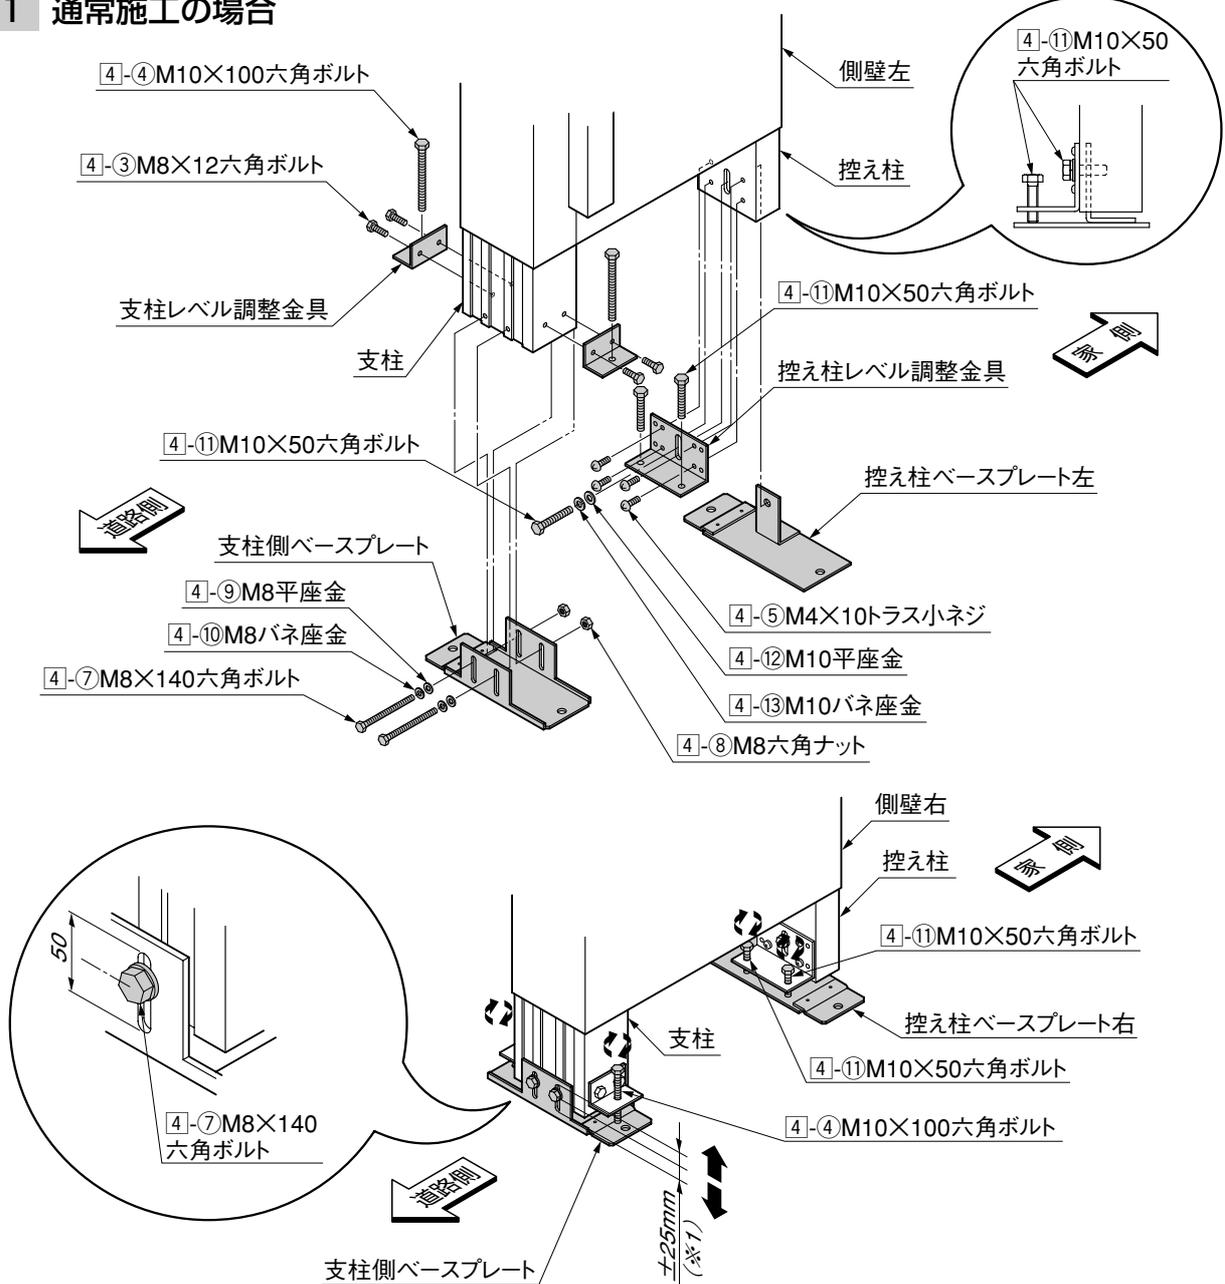

図3-1 ベースプレート調整手順詳細図
- 最終的なレベル調整は、「6.間口寸法と側壁の倒れ調整」時に**4-4**と**4-11**を使って±25mmの範囲(※1)で調整してください。(図3-1参照)
- 最終的なレベル調整は、「6.間口寸法と側壁の倒れ調整」時に4-4と4-11を使って±25mmの範囲(※1)で調整をしてください。(図3-1参照)
- ❷ 隣地境界際のベースプレートから「固定ネジ」を外して、ベースプレート固定金具を取外してください。